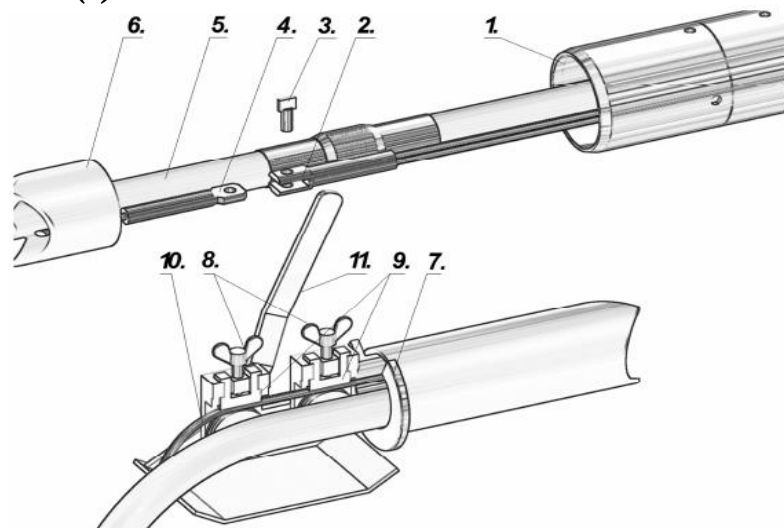

Figura 9.9.1
- a) Dupa ce executati gaura cu racheta MAX, racheta trebuie sa fie deconectat de la furtunul de aer (2). Apoi deconectati furtunul de aer de la lubrifiant (furtunul de aer ramane in gaura forata)
- b) Niplul de insertie (1) trebuie sa fie insurubat in tubul de plastic (3). Insurubati-l foarte bine.
- c) Niplul de insertie (1) va trebui sa fie conectat la furtunul de aer (2)
Aceasta metoda este utilizata pentru instalarea tevilor din plastic intr-una singura (Figura 9.9.1). Racheta MAX trebuie sa fie dotata cu manson cu conectarea cablului (1), cablu de tragere (10) si placa de prindere cu intinzator (7).